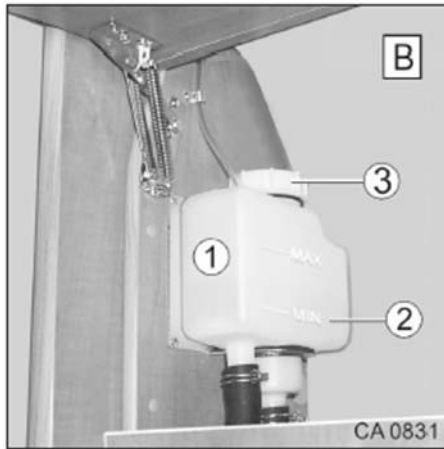

Fig. 180 Vase d'expansion
1. Tourner le raccord vissé sur le vase d'expansion (Fig. 180/3) dans le sens anti-horaire.
2. Verser le mélange de glycol dans le récipient (Fig. 180/1).
Le niveau de remplissage (à une température ambiante de 20 °C) doit se situer environ un centimètre au-dessus du repère Min. (Fig. 180/2).